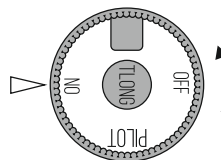

Рис. 25 Основное
- 4 Слегка нажмите и поверните ручку управления в положение «ON» (см. рис. 25).